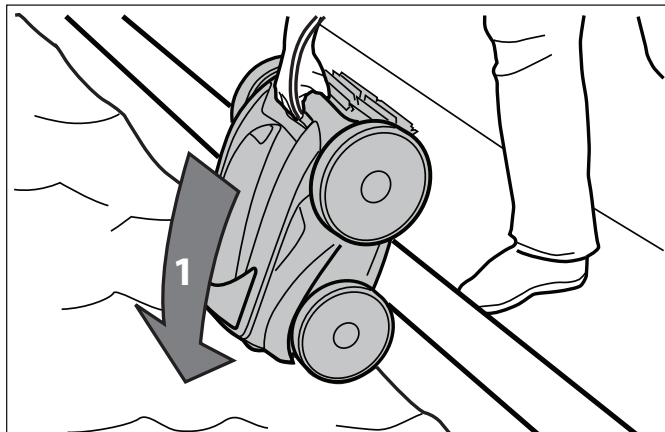

Figure 16. Immerger le nettoyeur verticalement
1. Immerger le nettoyeur dans l'eau de la piscine et dégager tout l'air se trouvant à l'intérieur en plaçant l'appareil à la verticale. Se référer à la Figure 16.